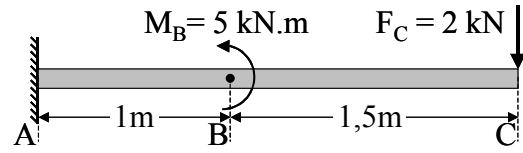

Figure 2
2. A beam is loaded as illustrated in Figure 2.
2. Une poutre est chargée tel qu'illustré à la Figure 2.